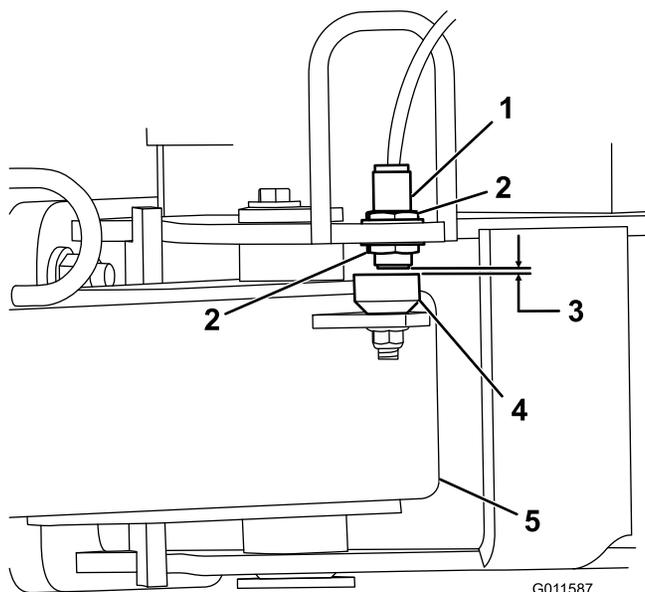

Рисунок 4
5. Ослабьте зажимные гайки, крепящие бесконтактный переключатель к раме, и опустите переключатель так, чтобы он находился на расстоянии 2,6–4,0 мм от пластины датчика на буксировочной штанге (Рисунок 4). Затяните зажимные гайки для фиксации выполненной регулировки.